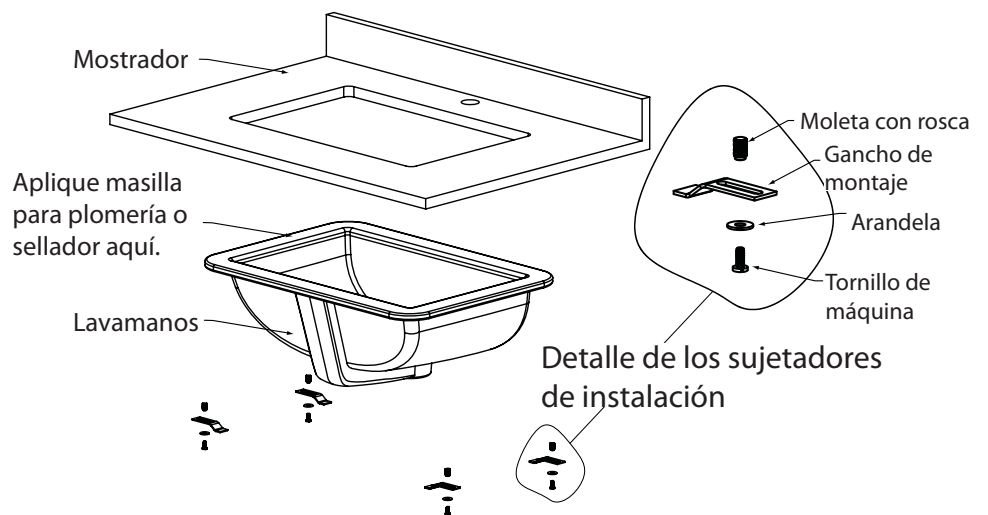

Figura 1
- o Vea la figura 1, de detalle de los sujetadores de montaje [Instalación de mostradores de superficie sólida con un mínimo espesor de 1" (25mm). El instalador debe proporcionar anclajes para los mostradores menos gruesos.]